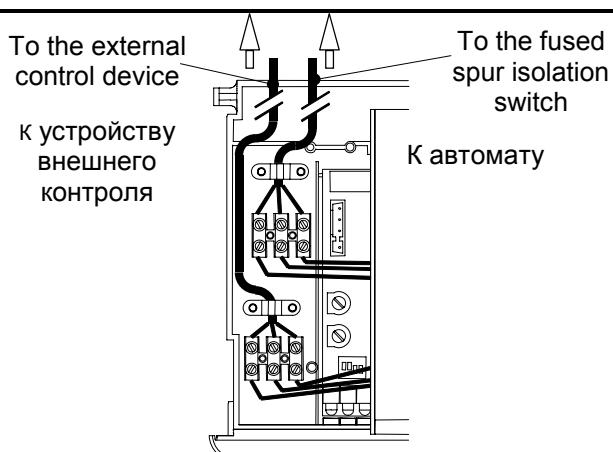

Fig. 5.17
- 10 Route the electrical supply flexible cord and the external control flexible cord as illustrated in Fig. 5.17. Lock the flexible cords in place with the flexible cord clamps
10 Разведите провод электропитания и провод внешнего контроля, как указано на рис. 5.17 Зафиксируйте гибкий провод при помощи хомутов.